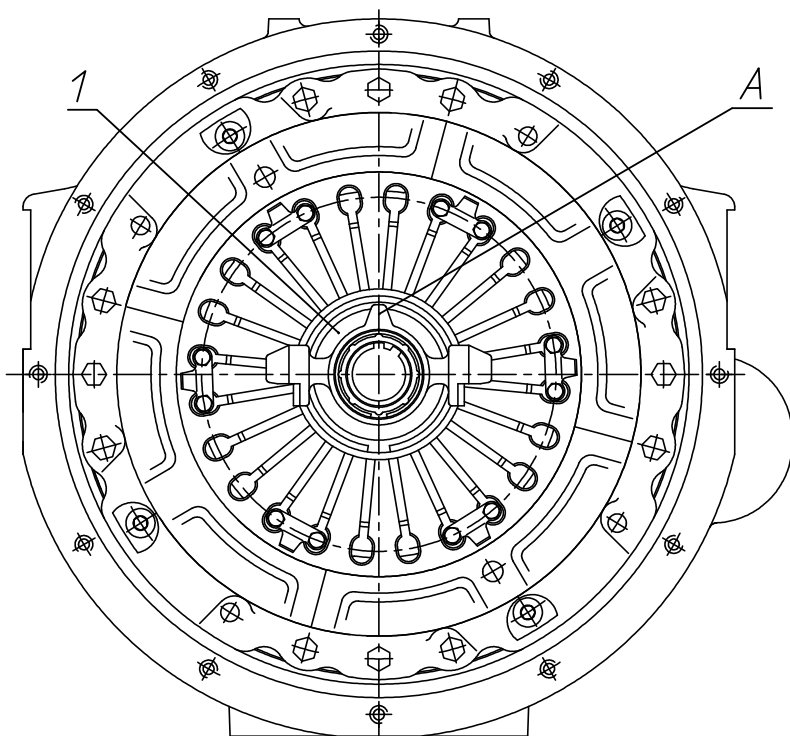

Рис. 25. Положение муфты выключения сцепления на нажимном комплекте
5. С помощью специальной оправки, установленной на центрирующую оправку ведомого диска, сцентрировать муфту выключения сцепления 1 и развернуть её, как показано на рис. 25 (положение выступа А). Допускается угловое отклонение установки выступа А не более 10°.